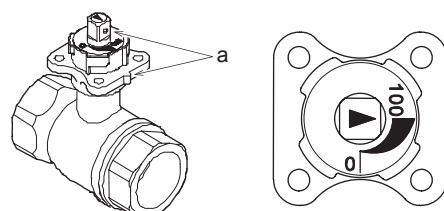

図10 バルブステム
- (3) 『図10 バルブステム』で示すように、バルブステムが「開度100%」の位置にあることを確認します。